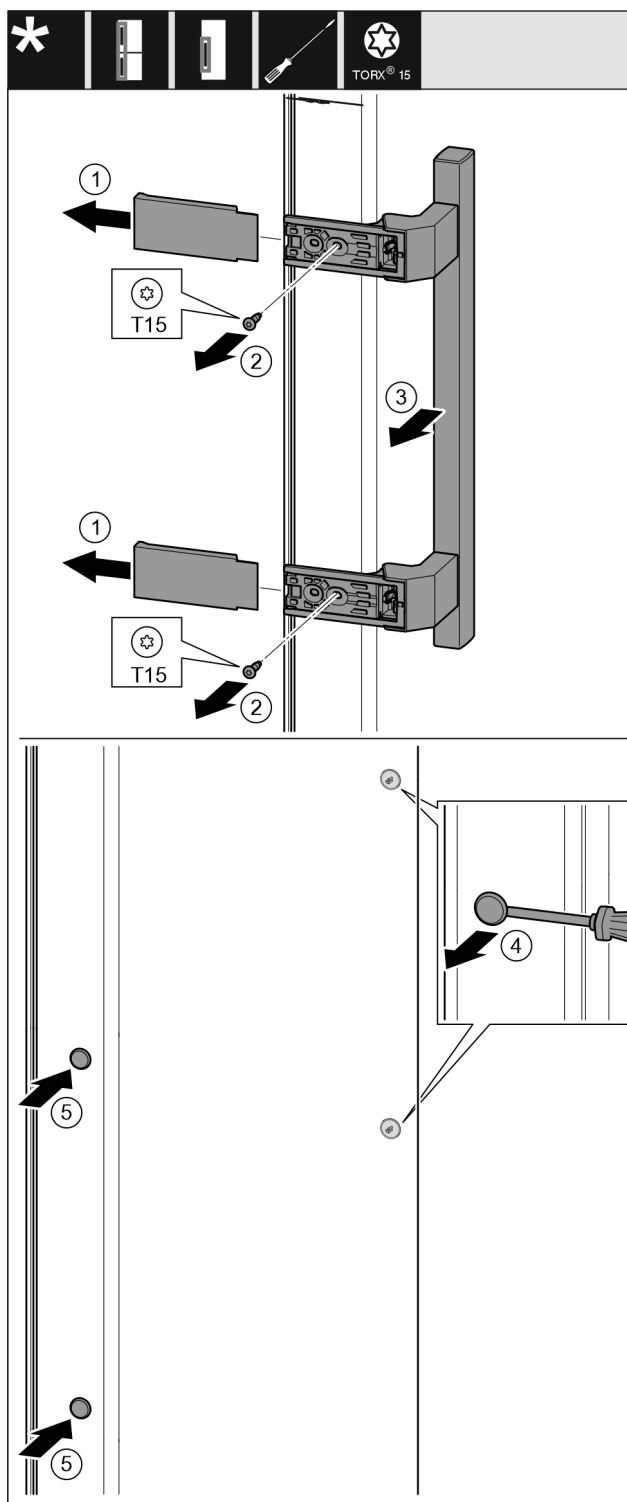

Fig. 39
- 拆下盖板。 Fig. 39 (1)
- 用 T15 螺丝刀将螺钉旋出。 Fig. 39 (2)
- 取下把手。 Fig. 39 (3)
- 用带槽螺丝刀小心地提起侧边的堵头并将其拉出。 Fig. 39 (4)
- 将堵头重新放入另一个侧。 Fig. 39 (5)